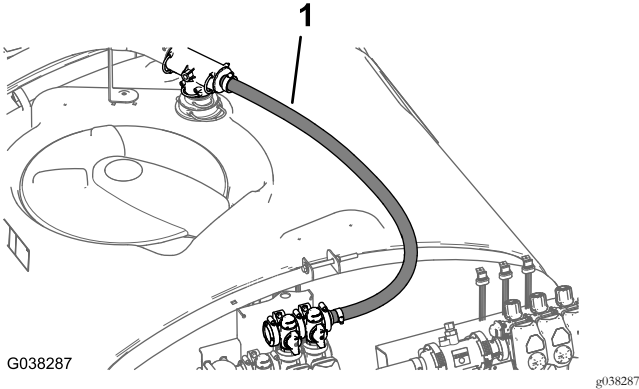

图69
- 如图69 中所示将旁通软管通向位于主喷洒阀上方的旁通阀。
- 用法兰夹具4064mm将旁通阀的直通宝塔接头固定到旁通阀上 图69。